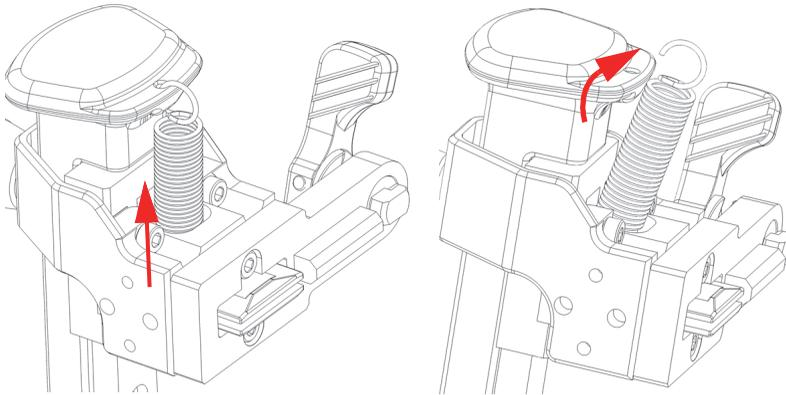

図 2-27 バネの取り外し
2. SLA リフティングハンドルの穴からバネの上部を取り外します（54 ページの図 2-27）。